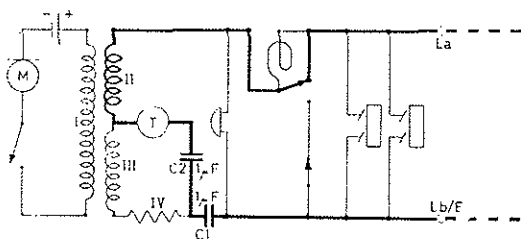

Fig 19.
39. Fig 19 viser strømkretsen ved innkommende tale. Innkommende talestrøm kommer inn over «La», videre over induktorkontakten, vikling II, telefonen, begge kondensatorer og utover «Lb/E». Svært lite av talestrømmen vil gå over vikling III og motstand IV som er koplet i parallell med telefonen.